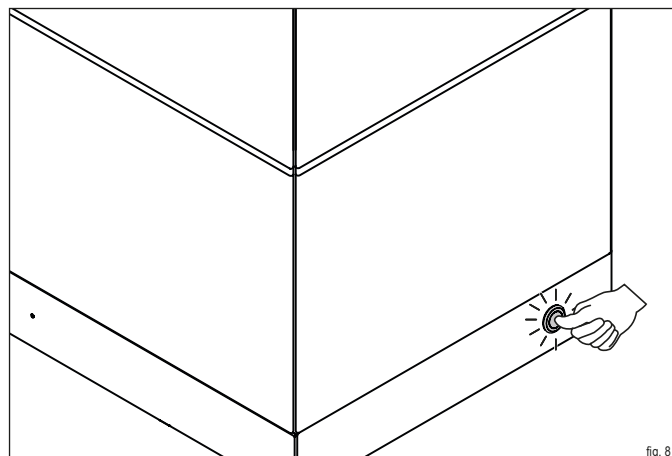

fig. 8
- Premere l'interruttore on/off (fig. 8).